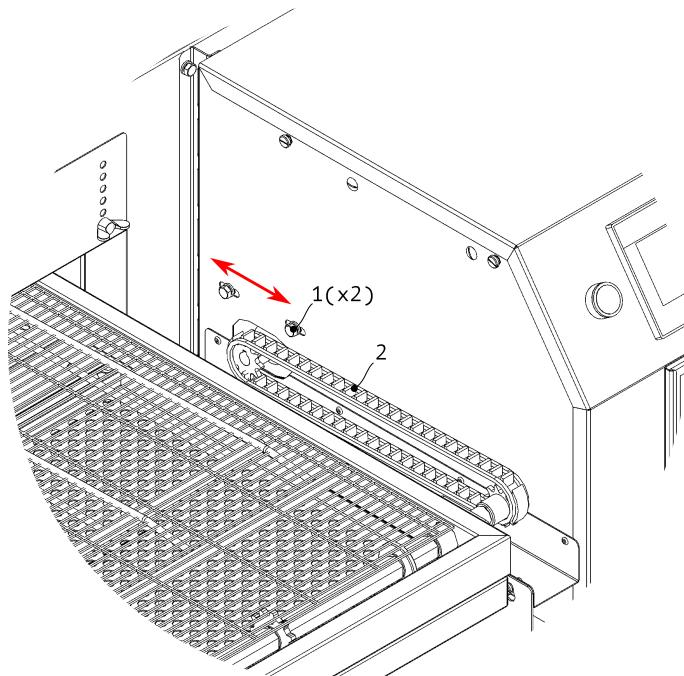

Рисунок 19
2. Ослабьте два болта крепления двигателя (1), см. Рис. 19.
3. Смешаю двигатель добейтесь нужного натяжения — цепь (2) должна быть свободной, но провис не должен превышать 2 мм.